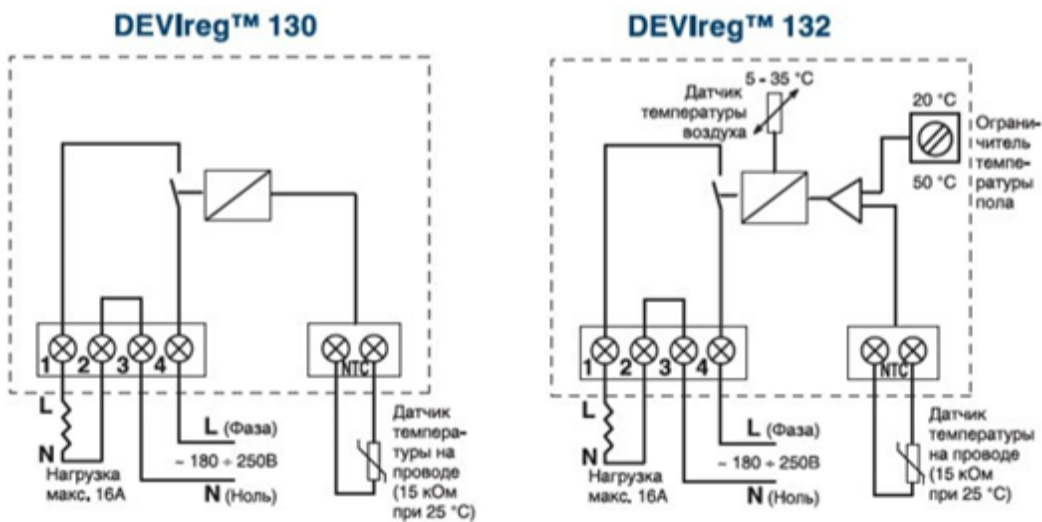

Рис. 5. Электрические схемы подключения.
4. Подключение терморегулятора производится согласно монтажной электрической схеме (Рис. 5). При подключении к регулятору питающего сетевого кабеля следует соблюдать фазировку.